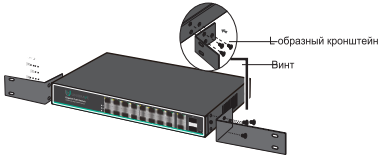

Рис. 1.1.1 Схема установки коммутатора
2. Два L-образных кронштейна (входят в комплект поставки) устанавливаются с обеих сторон панели коммутатора и фиксируются винтами (входят в комплект поставки) как указано на рис. 1.1.1.